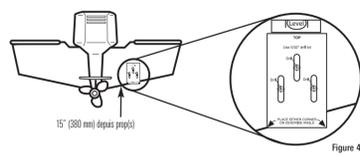

Figure 4
- Un bateau qui se déplace sur l'eau génère une traînée de turbulences causées par son poids et la propulsion de l'hélice (des hélices), peu importe si elle(s) tournent) dans le sens horaire ou antihoraire. Ces turbulences se limitent normalement aux zones situées directement à l'arrière des membrures, vitres ou rangées de rivets sous le bateau et dans la zone immédiate de l'hélice (des hélices). Les hélices à rotation horaire créent plus de turbulences à bâbord. Sur les bateaux munis d'un moteur hors-bord ou semi-hors-bord, il vaut mieux placer le transducteur à une distance d'au moins 380 mm (15 po) à côté de l'hélice (des hélices). (Figure 4)